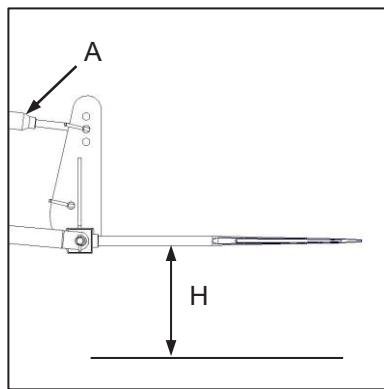
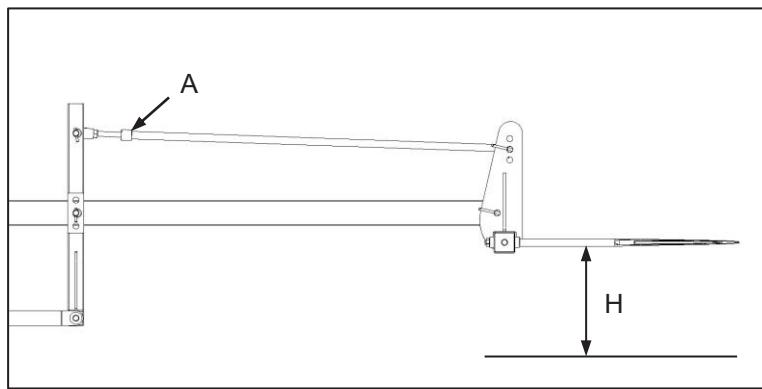

Fig. 1
Fig. 2
Careful attention should be paid to the working angle of the implement bale spikes. These should be in a horizontal position at the height at which the hay bale is to be penetrated (Fig. 1-H / 2-H).
Daar moet noukeurig aandag gegee word aan die werkshoek van die implement se baalpenne. Hierdie moet in 'n horizontale posisie wees op die hoogte waarop die hooibaal gepenetreer moet word (Fig. 1-H / 2-H).
- ✓ To set the working angle of the bale spikes, adjust the length of the tractor hitch top link (Bale fork, Fig. 1-A) or length of the implement tie-rod (Bale fork loader, Fig. 2-A).
- ✓ Om die werkshoek van die baalpenne te stel, verstel die lengte van die trekkerhaak se boskakel (Fig. 1-A).